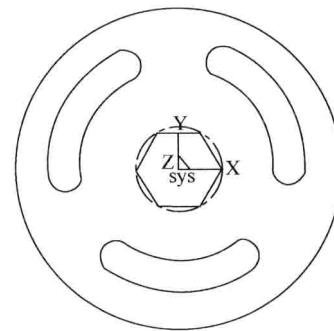

图1-18 曲线阵列
⑧ 单击“阵列”按钮 阵 ，选择“圆形”、“均布”、“份数”为“3”、“轨迹坐标系不变换”，拾取要阵列的元素右击，输入要阵列的中心点后，单击，获得如图1-18所示的图形。